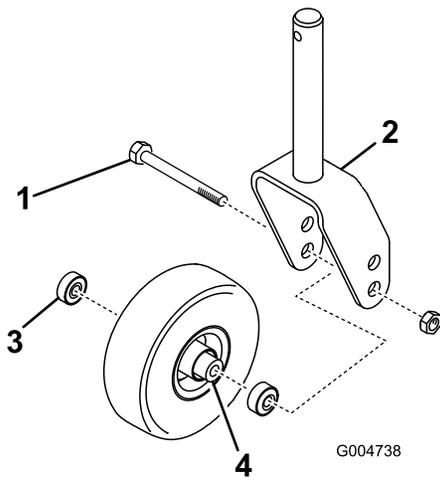
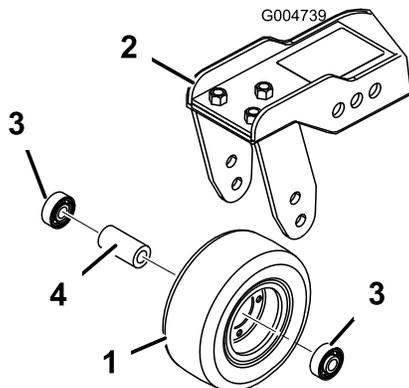

図 125
図 126
1. キャスタホイールアセンブリをキャスタフォークまたはキャスタピボットアーム 図 125 に保持しているボルトからロックナットを外す 図 126。
2. ホイールのハブからベアリングを外す。ベアリングスペーサが落ちてくる図 125 と 図 126。